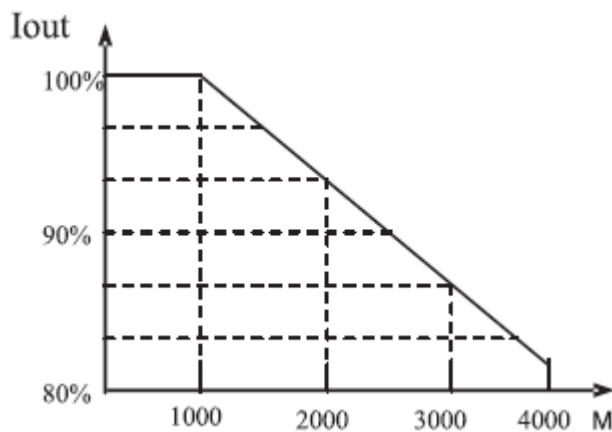

Рисунок 1-4 Кривая снижения номинальных характеристик преобразователя
- В связи с тем, что на высоте выше 1000 м на уровне моря воздух более разрежен, отвод тепла при работе преобразователя будет менее эффективным. Поэтому для эксплуатации прибора в подобных условиях требуется понижение номинальные характеристики. Как правило, если высота над уровнем моря достигает 1000 м, номинальное напряжение преобразователя следует снизить на 10% (см. рис. 1-4).